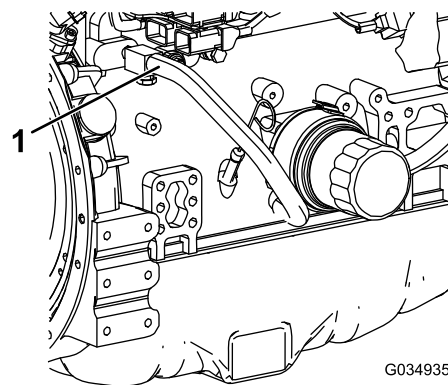

Figura 120
- 7. Togliete il flessibile del refrigerante dal radiatore dell'olio del motore (Figura 120).